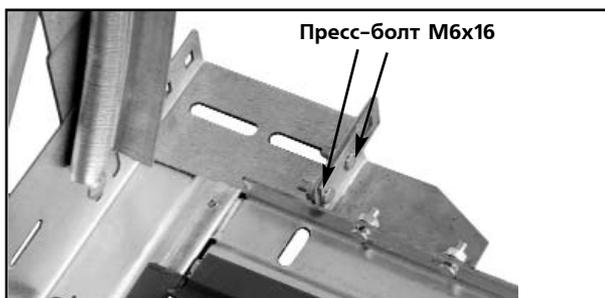

Рис. 11.
2) Соединить опорные стойки и нащельник при помощи пресс-болтов М6х16 (рис. 11);